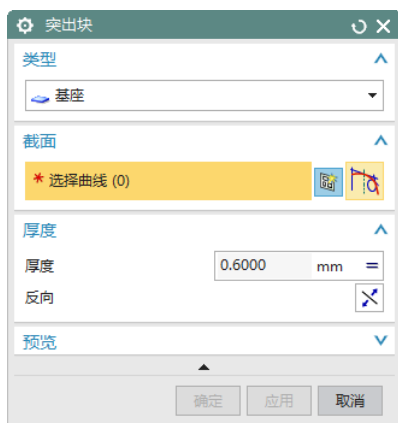

图 11-162 “突出块”对话框
(1) 选择“菜单(M)”→“插入(S)”→“突出块(B)”，或者单击“主页”选项卡“基本”面组上的“突出块”按钮, 打开图 11-162 所示的“突出块”对话框。